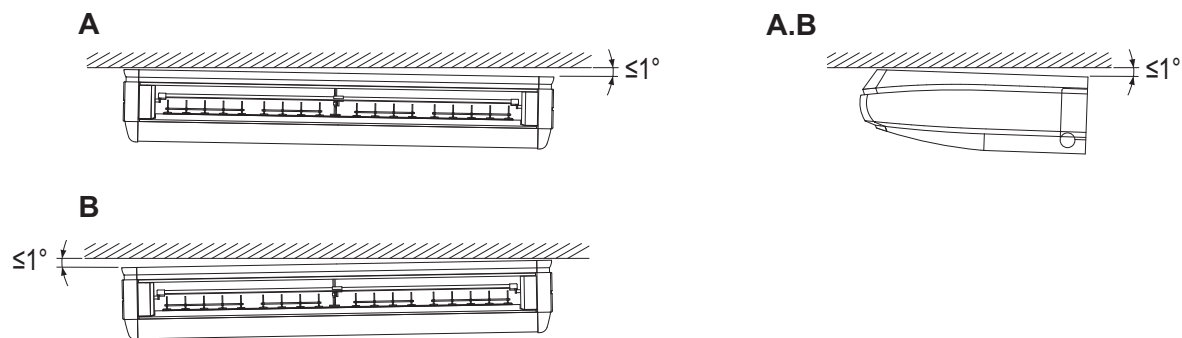

Bild 12
(5) Vid upphängning av inomhusenheten ska du installera den vågrätt (använd vattenpass) för bättre dränering. Om möjligt på installationsplatsen ska du också installera så att sidan med dräneringsröret hänger lite lägre. (Se bild 12)